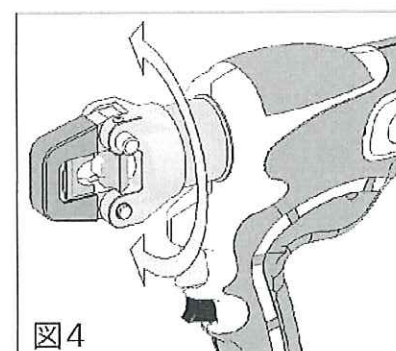

図4
5. ヘッド部は180°回転しますので作業性の良い位置に合わせてください。（図4）